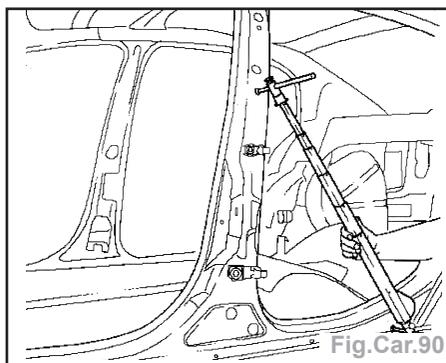

Fig.Car.90
- Mesurer le montant B extérieur (Fig.Car.90) :